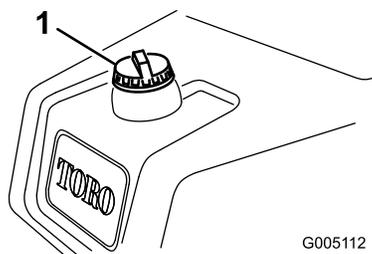

図 26
1. 燃料キャップ図 26の周囲をきれいに拭いてキャップ外す。